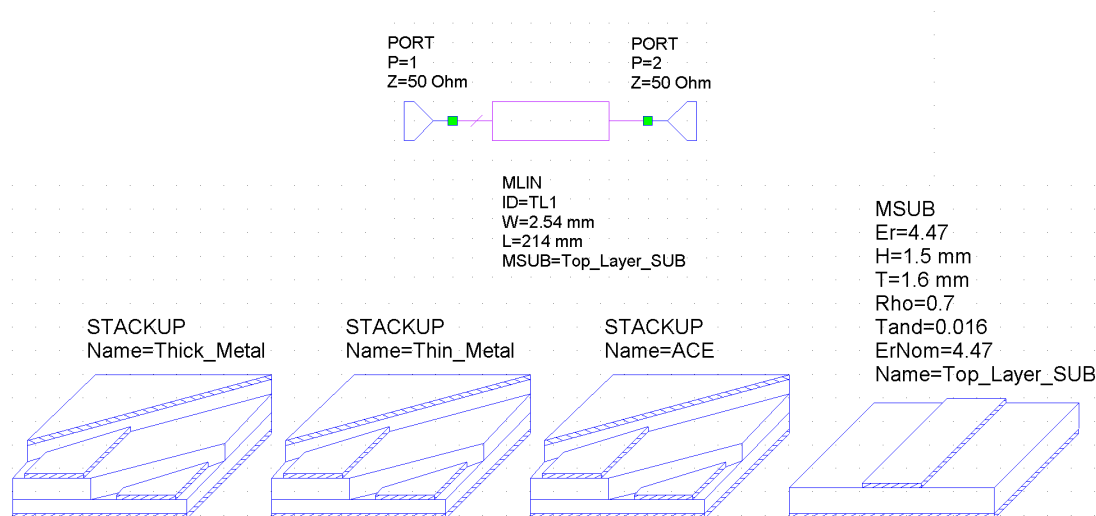

Figura 4: Esquemático para simulación
3. Realice un esquemático de línea de transmisión con dos puertos; tal y como se muestra en la figura 4 Nota: Utilice el elemento de línea de transmisión: MLIN y puertos de interconexión. **NOTA: El modelo de simulación de una serpentina no es posible con el esquemático utilizado, es por ello que la comparación se hará con una línea de largo de 50 Ω .**